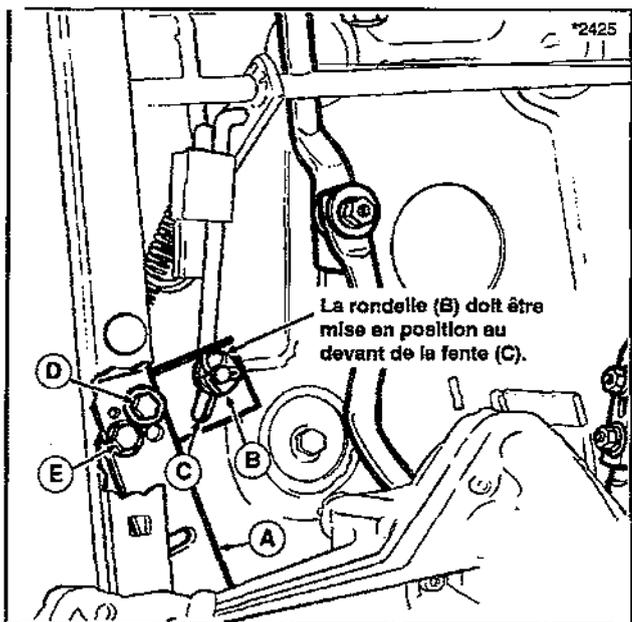

Figure 30 - Réglage de la poulie tendeur
Si un réglage est nécessaire, arrêter le moteur et libérer le frein à main. Inspecter la plaque de la poulie tendeur (A, figure 30) pour vririger la position. Avec la pédale d'embrayage-frein relâchée, le bord avant de la rondelle (B) doit être aligné avec le bord avant de la rainure (C) (voir figure 30). Cela va permettre &assurer un desembrayage correct de la wurroie d'entraînement lorsque la pédale d'embrayage-frein est enclenchée.